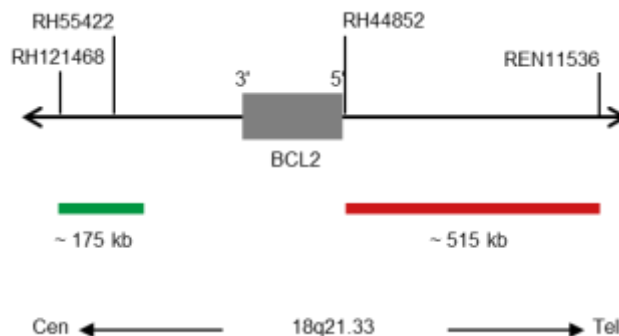

Fig. 1: SPEC BCL2 Mappa della sonda (non in scala)
- Polinucleotidi marcati con digossigenina (~0,50 ng/μl), che hanno come bersaglio sequenze mappate in 18q21.33* (chr18:60,415,418-60,589,273) prossimali alla regione del breakpoint BCL2 (vedere Fig. 1).
- Polinucleotidi marcati con dinitrofenil (~0,75 ng/μl), che hanno come bersaglio sequenze mappate in 18q21.33* (chr18:60,994,528-61,507,691), distali alla regione del breakpoint di BCL2 (vedere Fig. 1).